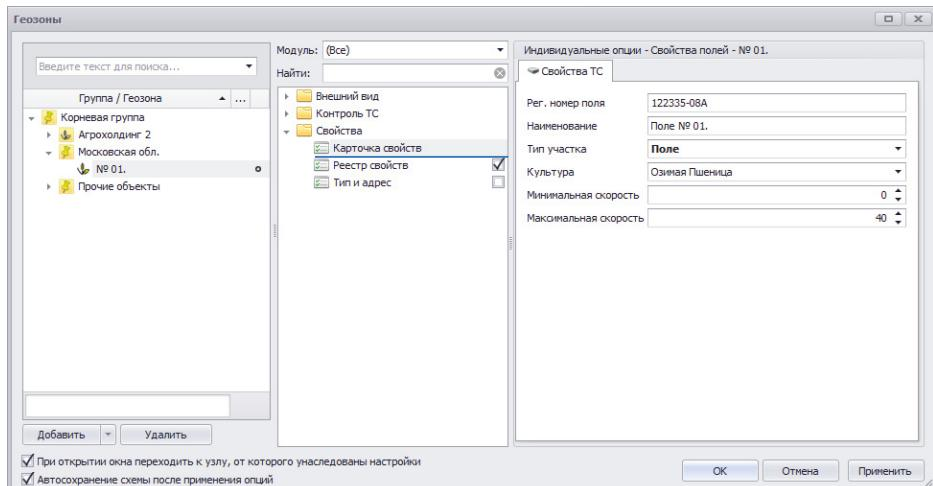

Рис.13. Пример заполнения Карточки свойств поля.
Для заполнения Карточки поля необходимо вернуться в меню «Геозоны», в раздел настроек «Свойства – Карточка свойств» и заполнить карточку. На Рис.13 показан пример заполнения ранее созданной карточки. При заполнении карточки в Реестр свойств выбранной геозоны добавляются новые свойства из карточки с выбранными значениями.
- в поле значение выбрать инструмент – при установки курсора в поле разворачивается список инструментов, доступных в текущей схеме. Для создания таблицы инструментов необходимо нажать кнопку в поле «Значение», затем добавить в появившуюся таблицу все инструменты, подключаемые к ТС. Для каждого инструмента необходимо задать интервал действия (Рис.13). При настройке диапазона действия значения следует учитывать следующее: